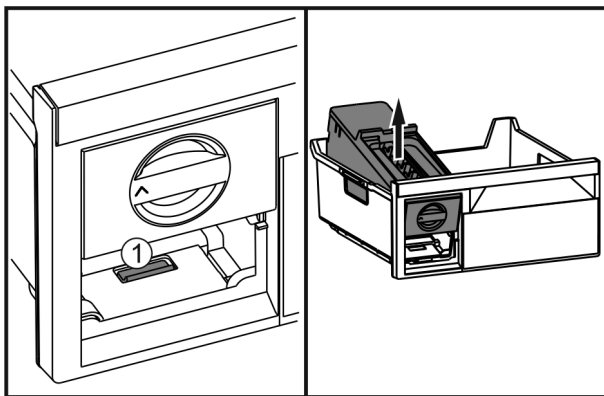

Fig. 20
- ▶ Appuyer sur la languette Fig. 20 (1), soulever l'EasyTwist-Ice depuis l'arrière et le faire sortir du tiroir de congélation.